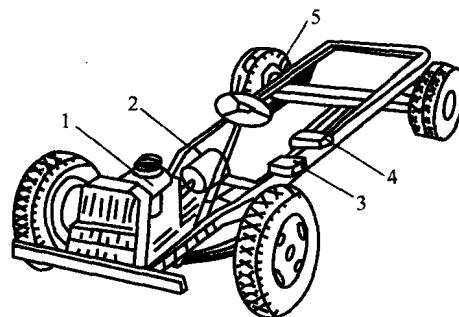

图 1-3 电力式传动系的示意图
(3) 电力式传动系。电力式传动系如图 1-3 所示，主动部件是由发动机驱动的发电机，从动部件是牵引电动机，电力式传动系在组成和布置上与液力机械式传动系有些类似。可以只用一个电动机，与传动轴或驱动桥相连，电动机输出的动力经主减速器、差速器、半轴传给驱动轮。也可以在每个驱动轮上单装一个电动机，电动机输出的动力必须通过一套减速机构传递给驱动轮，因为牵引电动机的输出转矩不够大而转速过高，不能满足汽车行驶驱动的需要。减速机构可以起到降低转速、增大转矩的作用，把这种直接与车轮相连的减速机构称为轮边减速器，这种驱动轮通称为电动轮。驾驶员通过操纵控制电路来控制发动机和发电机的转速和转矩，从而控制电动轮的转速和牵引力矩的大小和方向，以实现汽车的起步、倒车、前进和停车。